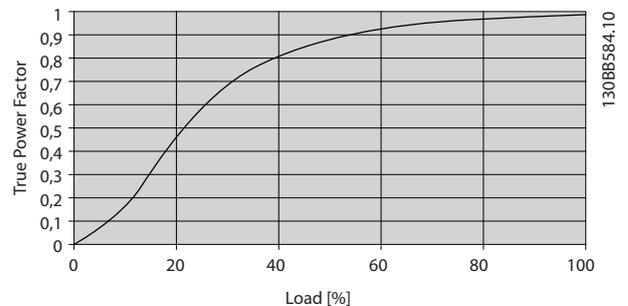
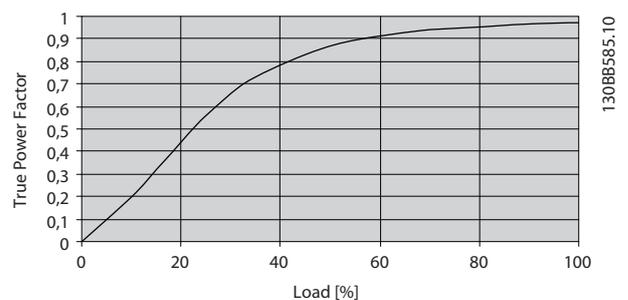

Abbildung 3.7 AHF 005
Abbildung 3.8 AHF 010
*Abbildung 3.7* und *Abbildung 3.8* zeigen typische Werte für den Wirkleistungsfaktor im AHF 010 und AHF 005.